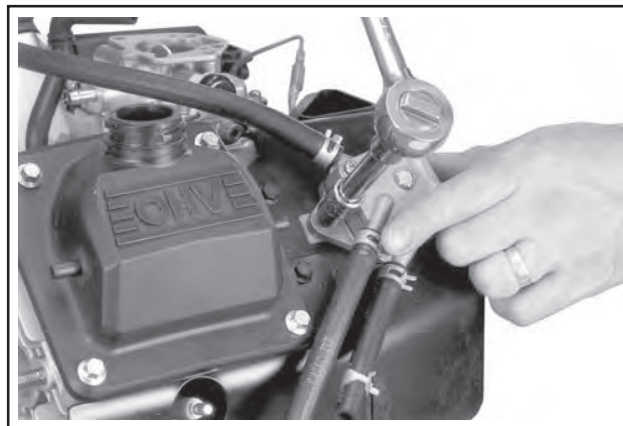

Abbildung 9-18. Die Befestigungsschrauben der Kraftstoffpumpe entfernen (Darstellung der Pumpe mit Metallgehäuse).
3. Die beiden geflanschten Sechskantschrauben, die die Kraftstoffpumpe an der Halterung oder am Lüftergehäuse fixieren, entfernen. Siehe Abbildung 9-18. Das Gehäuse der Kraftstoffpumpe kann aus Metall oder aus Kunststoff sein.